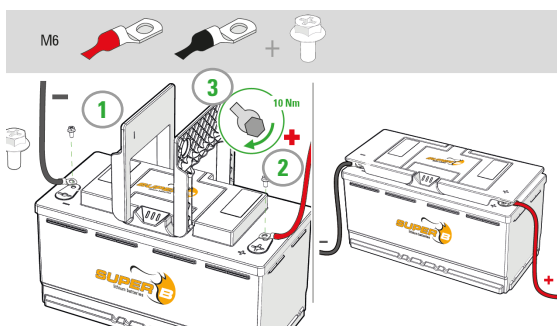

Abbildung 12. Anschluss des Zubehörs an die Klemmen.
1. Verbinden Sie den Pluspol des Netzkabels des Kleinverbrauchers mit dem X2 Pluspol der Lithium-Ionen-Batterie (Abbildung 12). Verwenden Sie die mitgelieferten M6 Schrauben.
2. Verbinden Sie den Minuspol des Netzkabels des Kleinverbrauchers mit dem X1 Minuspol der Lithium-Ionen-Batterie (Abbildung 12). Verwenden Sie die mitgelieferten M6 Schrauben.